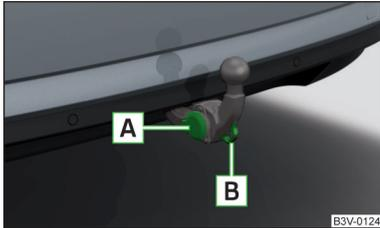

Abb. 311
- › Die Abdeckkappe der Steckdose aufklappen und den Stecker des Anhängers (des Zubehörs) in die 13-polige Steckdose **A** einstecken » Abb. 311. (Wenn der Anhänger/das Zubehör über einen 7-poligen Stecker verfügt, einen Adapter aus dem ŠKODA Original Zubehör verwenden).